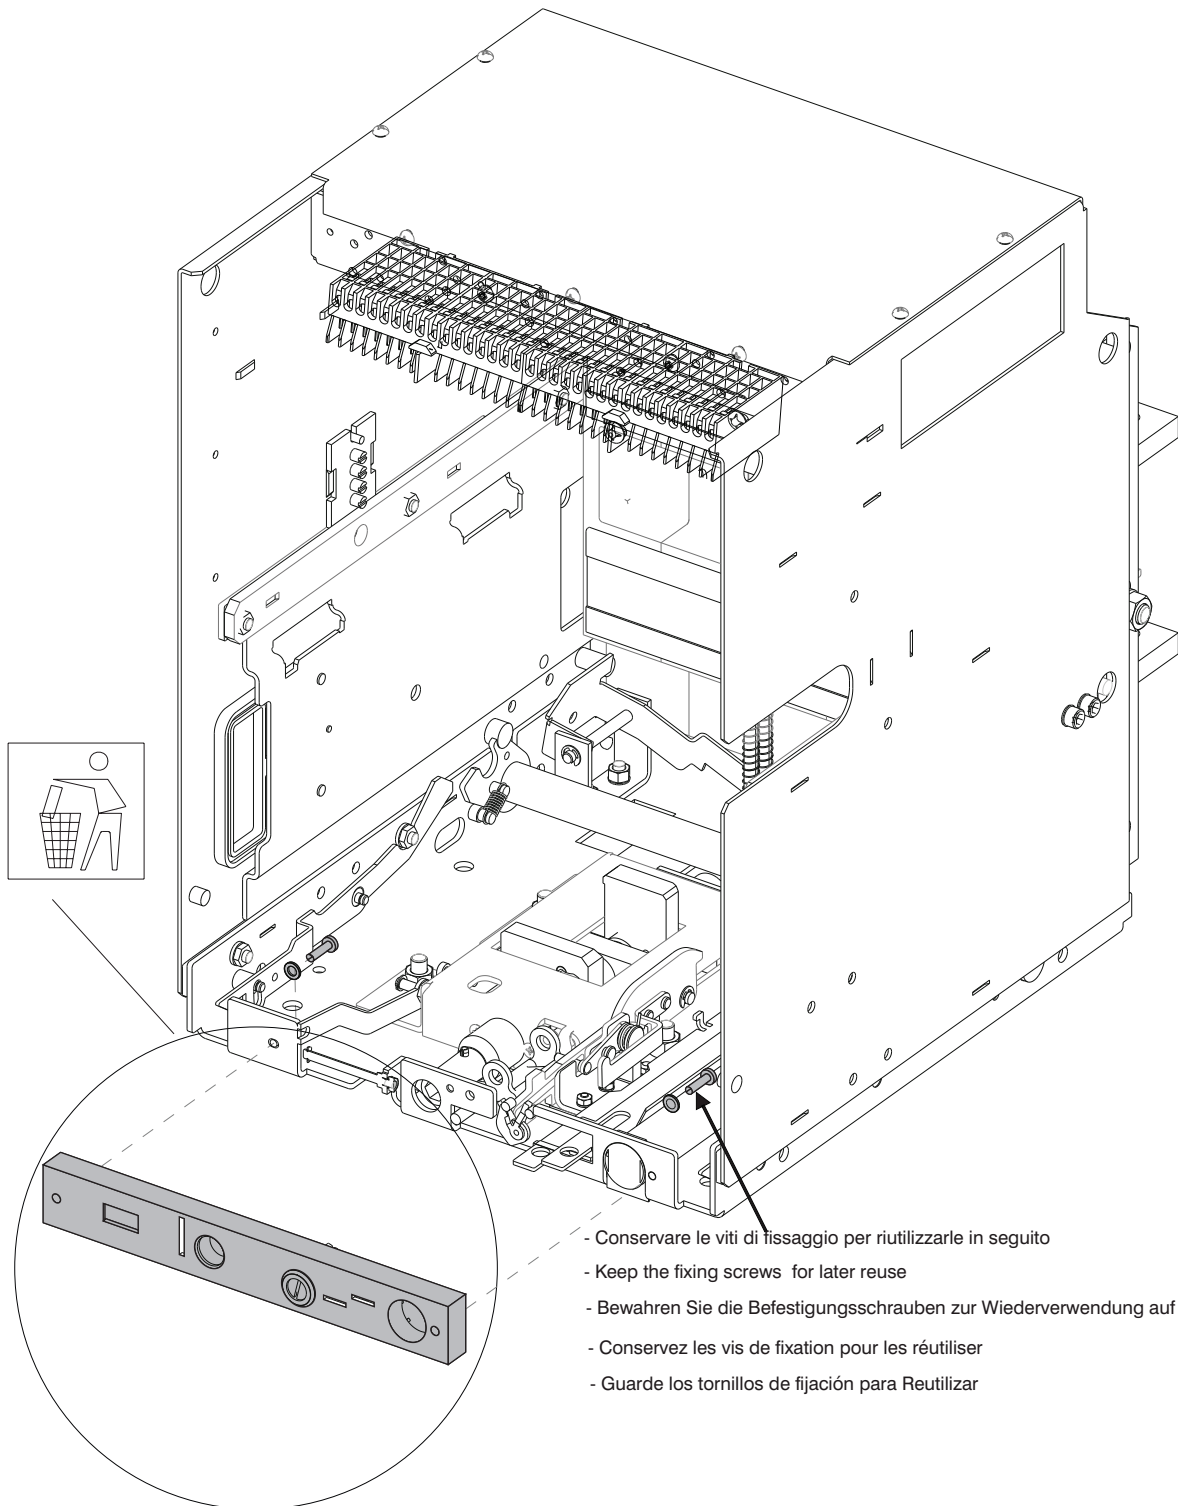

Fig. 20
- Disassemble the parts shown in figure 20 from M-PACT cassette.
- Zerlegen Sie die in Abbildung 20 gezeigten Teile von der M-PACT -Kassette.
- Démontez les pièces illustrées aux figure 20 de la cassette M-PACT.